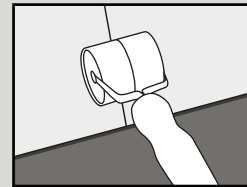
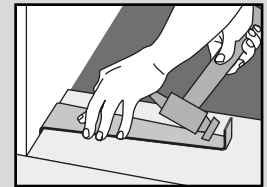

Abb. 4
Abb. 5
5. Fahren Sie mit der Verlegung der Dielen fort, bis die Reihe vollständig ist. Zur Unterstützung können Sie eine Handrolle verwenden (Abb. 4). Verwenden Sie im Bedarfsfall einen Gummihammer und ein Reststück des Produkts, um das Produkt sanft ineinander zu klopfen. Mit einem Zugeisen kann das Produkt entlang der Wände zusammengezogen werden (Abb. 5).